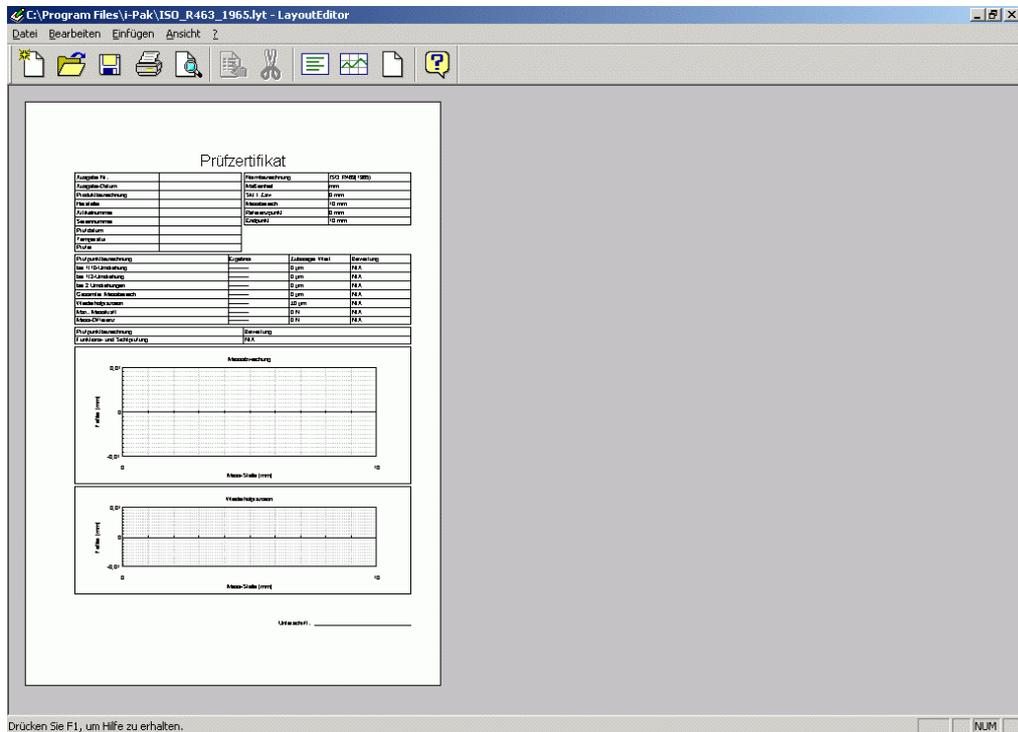

Abb. 7-1-21 Vergrößerte / verkleinerte Ansicht über die Befehle Zoom ein / Zoom aus
- Das Layout des Einfachen Prüfzertifikats wird vergrößert oder verkleinert dargestellt (siehe Abb. 7-1-21).